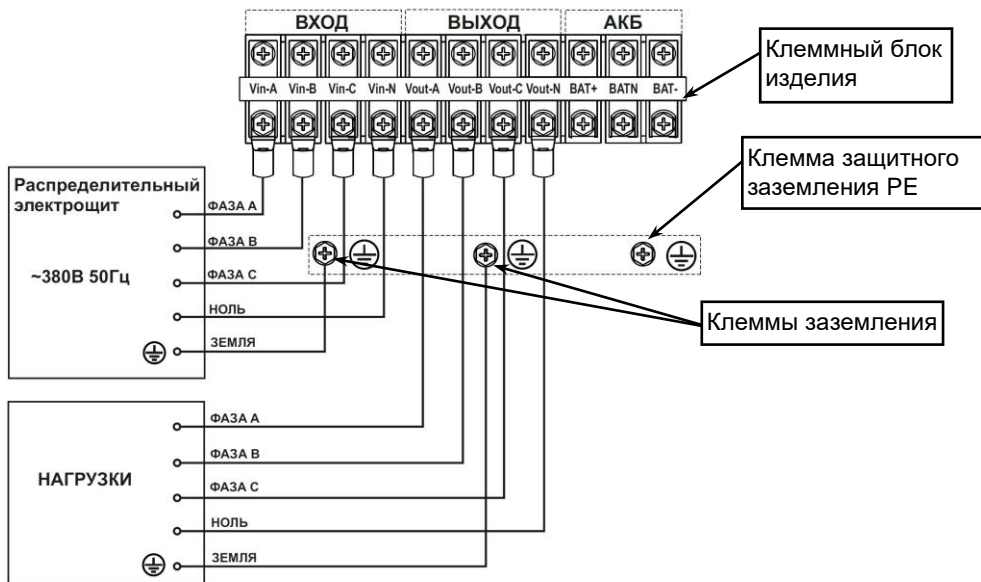

Рисунок 23 — Схема подключения изделия.
- Включите защитный автоматический выключатель АКБ (SF) или выключатель группы предохранителей (при их использовании), см. рисунок 23.
- Проводники фаз А, В, С и провод N питающей линии от распределительного щита, предназначенные для подключения на входы изделия, должны быть обесточены (см. рисунок 23);
- подключение кабелей к клеммному блоку выполняйте в соответствии со схемой (см. рисунок 23) и маркировкой, нанесенной на клеммном блоке изделия;
- подключите провода заземления кабелей подключения питающей сети и нагрузки к соответствующим клеммам заземления изделия (см. рисунок 23);
- к клеммам заземления каждого изделия подключите провода заземления кабелей подключения питающей сети и нагрузки (см. рисунок 23);